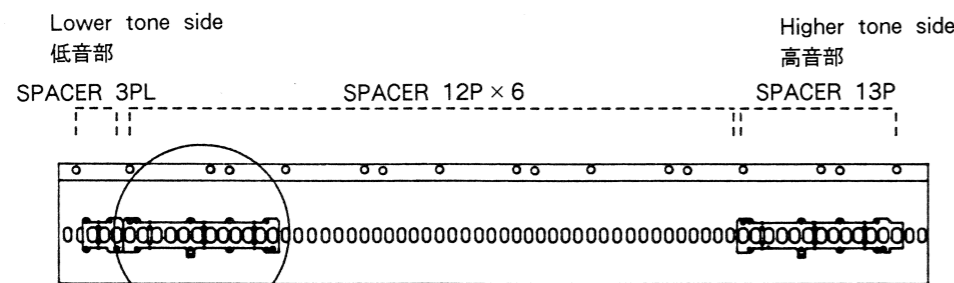
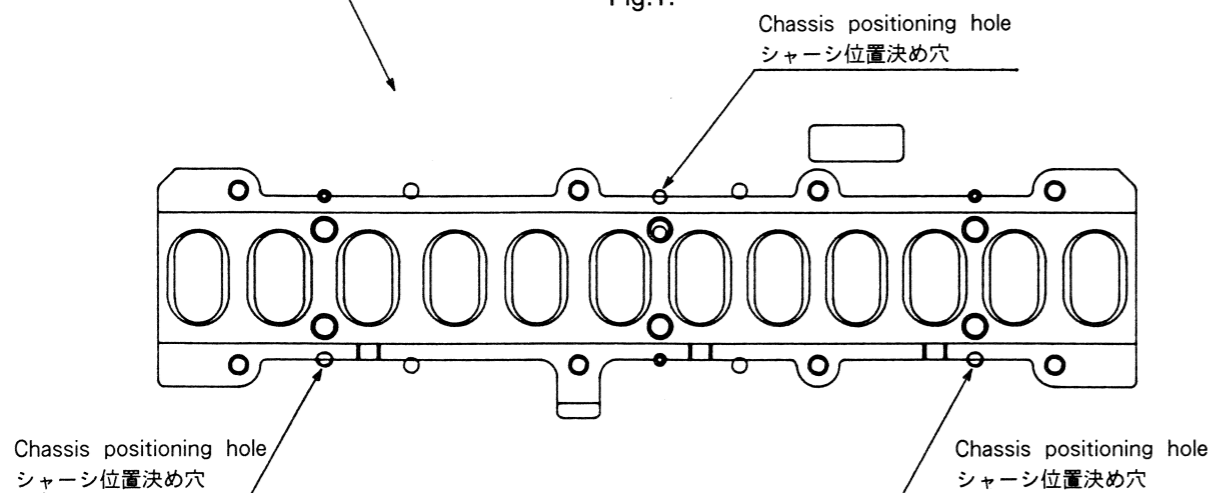

Fig.1.
Fig.2.
1) First, turn the chassis over, noting that the right-and-left-hand sides are not reversed. Then, as shown in Fig.1, put one SPACER 3PL and six SPACERS 12P in this order, starting on the left-hand side (lower tone side of the keyboard) according to the chassis positioning holes. (See Fig.2.) Similarly, put the SPACER 13P on the right-hand side (higher tone side).
1) まず、シャーシを左右が逆にならないように裏返します。次に、Fig.1に示すように左側(鍵の低音側)より、先ずSPACER 3PLを1個、そしてSPACER 12Pを6個、シャーシの位置決め穴に合わせて順に置いていきます。(Fig.2参照のこと) 右側(高音側)には、SPACER 13Pを置きます。